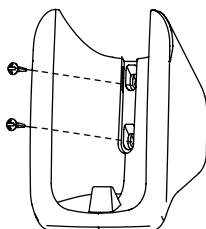

Рисунок 2.3
1) Винтами (принадлежности) зафиксируйте и закрепите держатель пульта ДУ в устойчивом положении (см. Рис. 2.3);